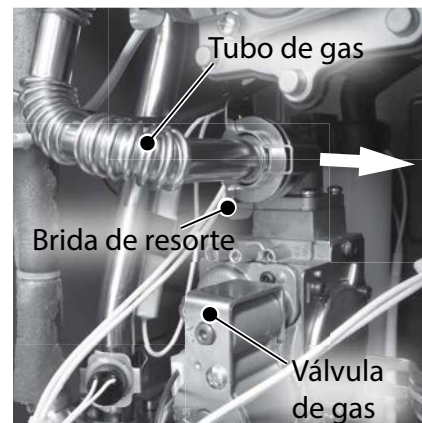

Figura 114 - Retire la brida de resorte del tubo de gas.
- 9** Ubique el tubo de gas que conecta el conjunto de inyector a la válvula de gas, como se muestra en la Figura 114. Observe la orientación de la brida de resorte que fija el tubo de gas a la válvula de gas. Retire la brida de resorte y déjela a un lado en un lugar seguro para volver a instalarla.